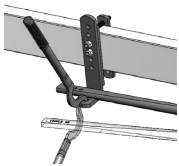

Figure 30
5. Soulevez le vérin de la remorque jusqu'à ce que vous soyez capable de glisser les bras de torsion sur les supports en L. Au besoin, utilisez le levier à crochet. (Figure 30)